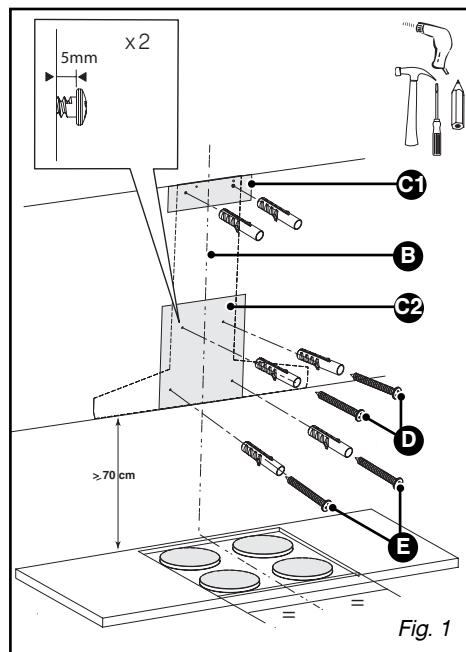

Fig. 1
- Tagliare la sagoma di perforazione secondo la punteggiatura indicata, in modo da ottenere due parti, C1 e C2 (fig.1).
- Posizionare la sagoma C2 (fig.1) sul muro sovrapponendo il tratto che rappresenta l'asse della cappa al tratto verticale B (fig.1) tracciato in precedenza.
- Posizionare la sagoma C1 (fig.1) contro il muro e nel corrispettivo contro il soffitto.